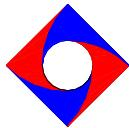

图3 输入偏置电流与温度的关系曲线
1. 见图 3, 焊接温度每升高  $10^\circ C$ , JFET 输入放大器的输入偏置电流约增大 2 倍。为了使焊接温度与环境温度尽量保持一致, 必须使用脉冲技术进行试验。
- 见图 3, 焊接温度每升高  $10^\circ C$ , JFET 输入放大器的输入偏置电流约增加 2 倍。为了使焊接温度与环境温度尽量保持一致, 必须使用脉冲技术进行试验。